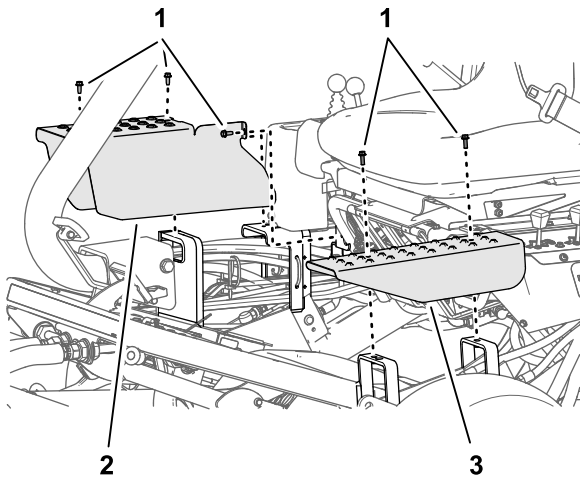

图 51
2. 找到正从机箱支撑托架调整的提升油缸卸下固定提升油缸盖板的螺栓 图 51。